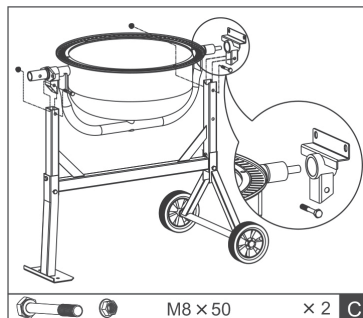

Bild 7
4. Skjut på lagret på trummans axel och säkra det med spiralringen. Placera den nedre delen av trumman i trumramen (i par). Den längre änden av axeln pekar mot basen. Fäst trumman på båda sidor med en M8x50 bult och mutter (C). Dra åt skruvförbanden. Se bild 7.